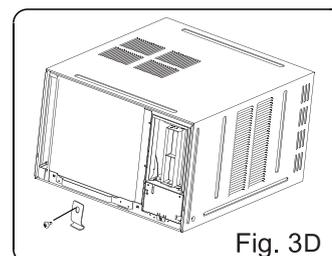

Fig. 3D
- Saque un tornillo del soporte de fijación del chasis, después extraiga el soporte de fijación como se muestra en la Fig. 3D.